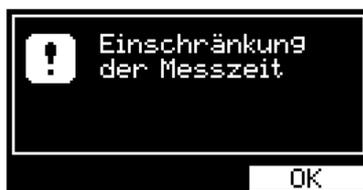

Abbildung 27: Warnmeldung: Einschränkung der Messzeit
Die Messzeit ist nach der Größe des Abnahmestroms aus der Versorgungssteckdose (1) eingeschränkt (siehe Kapitel 2.1). Wird die Zeit überschritten, wird die Versorgungsspannung des Geräts aus der Steckdose (1) getrennt, ein akustisches Signal ertönt und auf dem Bildschirm wird eine Meldung angezeigt (Abb. 27).